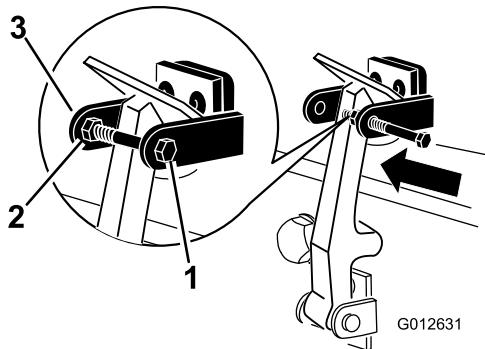

Figura 16
7. Avvitate il bullone nell'altro braccio della staffa di chiusura del cofano per fissare il fermo in posizione (Figura 16).